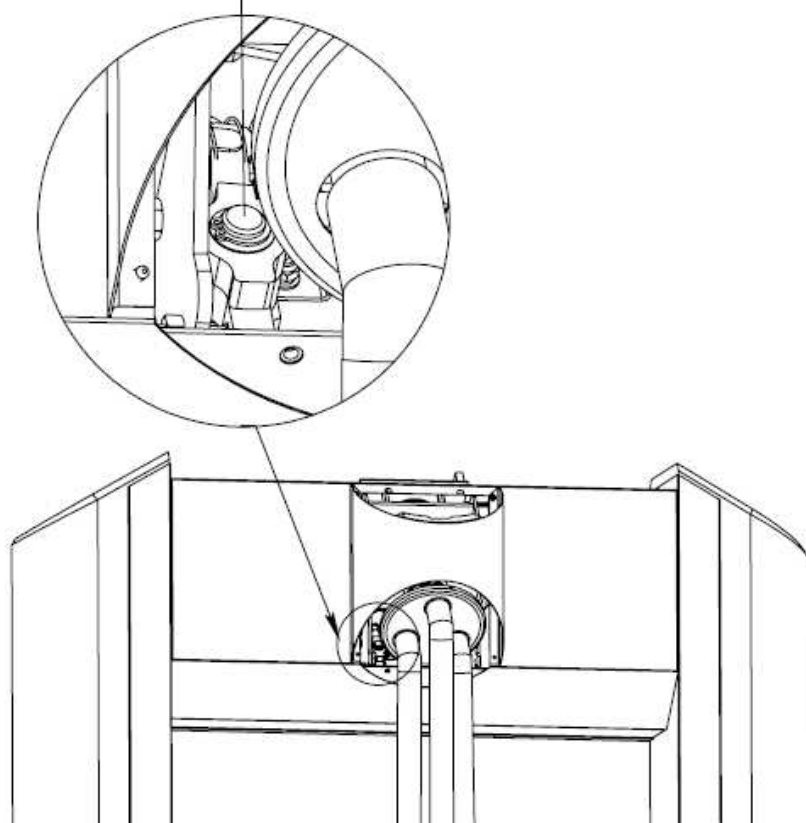

Рис. 9
5.1. Ось вращения блока стопора (рис. 9).